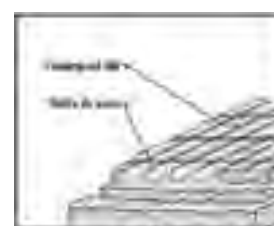

Fig. 7. Pisos extra-reforzados
- Pisos de concreto extra-reforzados (fig. 7)